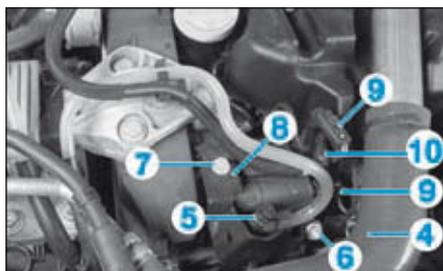

FIG.38
- le tuyau d'air en sortie du turbocompresseur (4) (Fig.38),